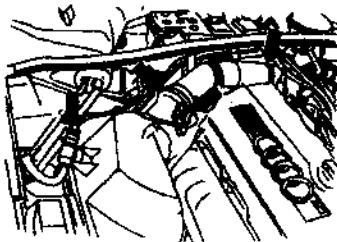

图 1.5 拔掉空气流量计和油箱
⑦ 拔掉空气流量计和油箱通风电磁阀线束插头,如图 1.5 所示。